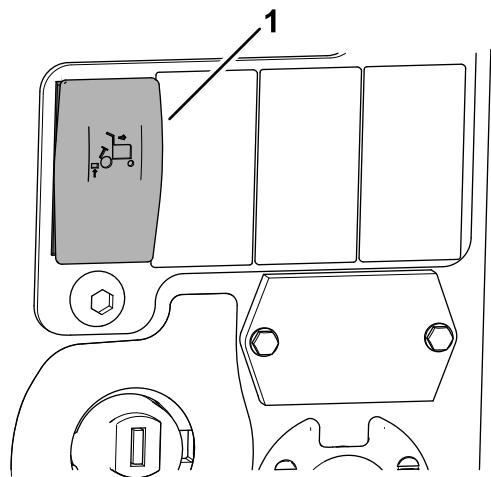

Figura 7
- Per attivare il sollevamento limitato automatico in retromarcia, premete la parte superiore dell'interruttore di sollevamento limitato automatico in retromarcia (Figura 7).